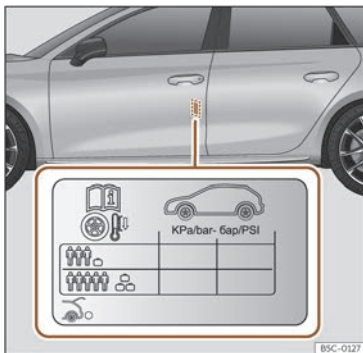

Fig. 241 Ubicación del adhesivo de la presión de inflado de los neumáticos.
- Adapte la presión de los neumáticos a la carga que lleva el vehículo >>> **fig. 241**.
Los valores de la presión de inflado se indican en la etiqueta adhesiva situada en la zona posterior del marco de la puerta delantera izquierda >>> **fig. 241**.
La presión de los neumáticos se debe adaptar a la carga actual del vehículo. Si el vehículo va a ir cargado al máximo, debe aumentar la presión de inflado al valor máximo de carga indicado en la etiqueta adhesiva >>> **fig. 241**.
En el caso de una rueda de emergencia mini-mizada (125/70 R16 o 125/70 R18), inflar a 4,2 bar de presión según se indica en la etiqueta de presión de los neumáticos >>> **fig. 241**.
- El conductor es responsable de que todos los neumáticos del vehículo estén inflados a la presión correcta. La presión de inflado recomendada viene indicada en un adhesivo >>> fig. 241.
- Con los neumáticos en frío, deberá mantenerse siempre la presión indicada en el adhesivo >>> fig. 241.